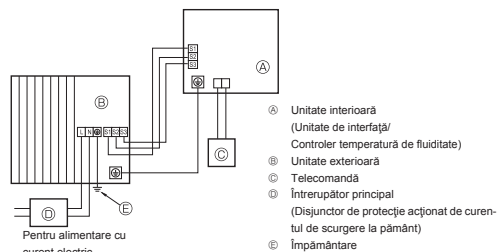
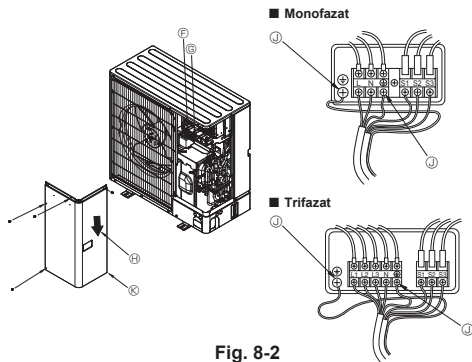

Fig. 8-1
Fig. 8-2
8.1. Unitatea exterioară (Fig. 8-1, Fig. 8-2)
- ① Demontați panoul de întreținere.
- ② Conectați cablurile respectând instrucțiunile din Fig. 8-1 și Fig. 8-2.